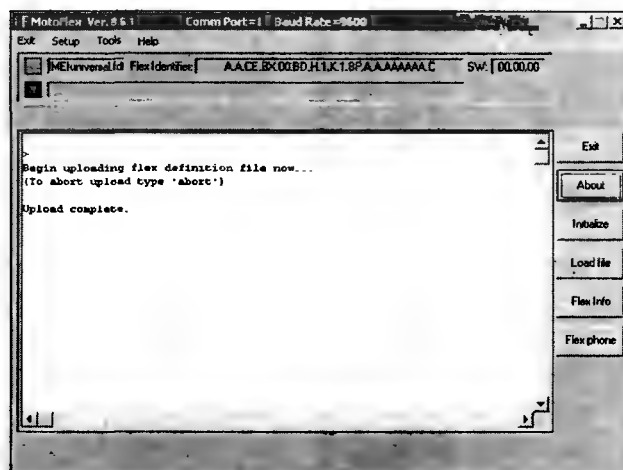

Рис. 7.24
4. Сохраняют измененный файл, а затем загружают файл **imeiuniversal.fdf** и флексировуют телефон аналогично процедуре при снятии блокировки (изменив лишь в нашем случае файл **unlockinguniversal.fdf** на **imeiuniversal.fdf**). Окно программы после проведения успешной операции восстановления IMEI-номера показано на рис. 7.24.